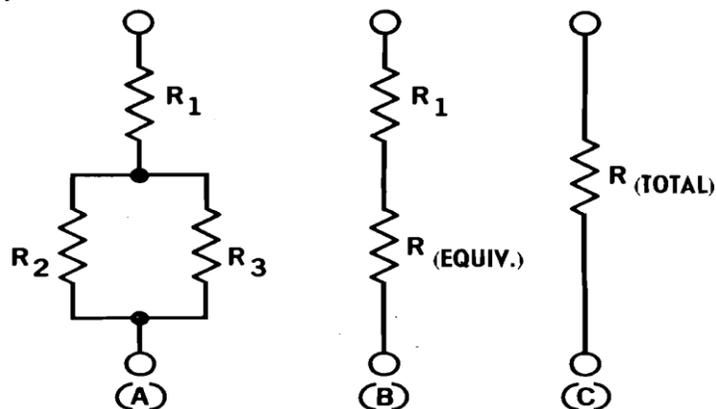

Fig. 13-1
El circuito de la Fig. 13-1 (A) es una disposición serie-paralelo de resistencias. En este circuito, R₁ está en serie con la combinación de R₂ y R₃ en paralelo. Si se calcula la resistencia en paralelo equivalente de R₂ y R₃, se le puede llamar R_{equivalente}; después conéctese el grupo en serie con R₁ como se muestra en la Fig. 13-1 (B). Luego se puede calcular la resistencia total de este circuito de resistencias en serie y llamar al resultado la R_{total}, como se muestra en la Fig. 13-1 (C).